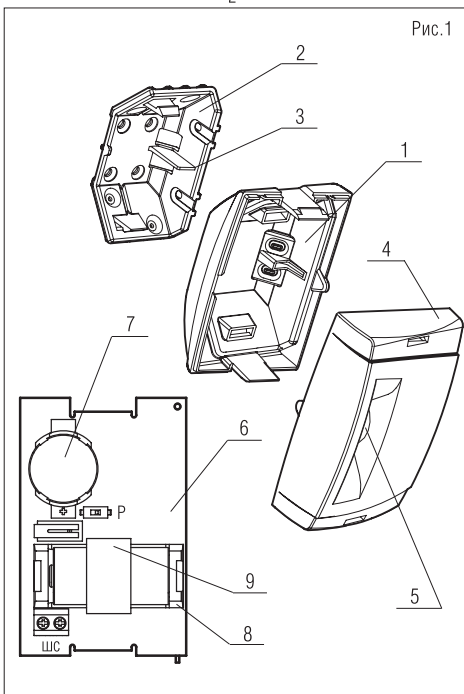

Рис.1
ИС выполнен в виде одного блока (Рис.1) и состоит из: основания (1), кронштейна (2) с фиксатором датчика отрыва от стены (3), крышки (4), с установленной линзой Френеля (5), и печатной платой (6).
1. Установить в ИС основную батарею, изъев фиксатор (9) (Рис.1). Наблюдать индикацию переходных режимов согласно Таблице 2.
10. Закрепить основную батарею в держателе (8) (Рис.1), установив фиксатор (9).